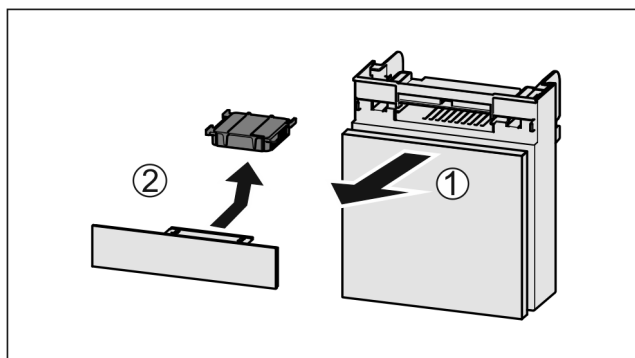

Fig. 113
- ▶ 向前拉出 Fig. 113 (1)抽屉。
- ▶ 取出 Fig. 113 (2)活性炭过滤器。